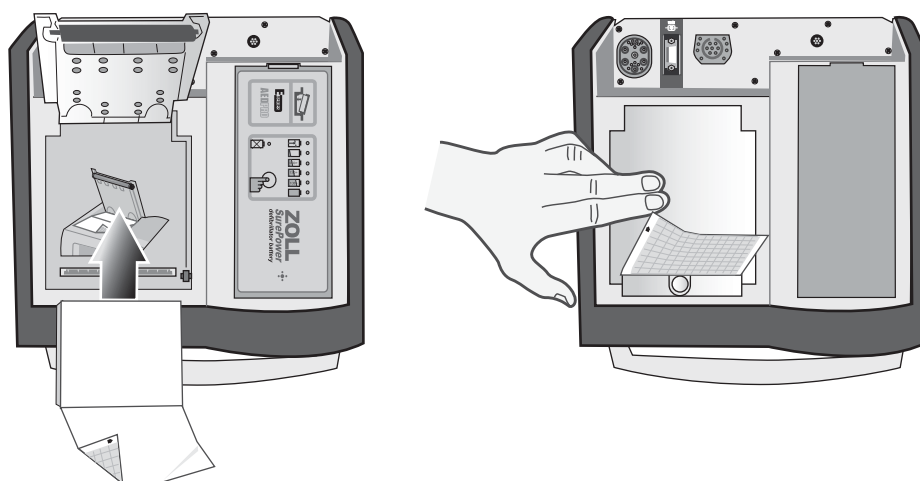

Figure 12-6. Insertion du papier et fermeture du volet de l'imprimante
4. Remplacez le papier dans l'unité et fermez le volet (voir Figure 12-6).